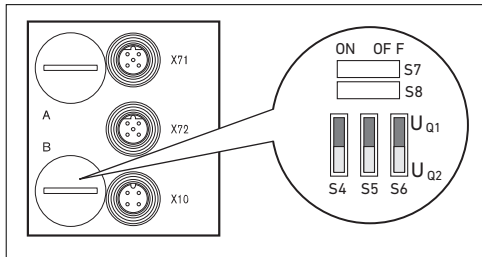

Abb. 9: Schalter S4, S5, S6 für die Zuordnung der Ventilversorgungsspannungen (U_{Q1}, U_{Q2})
Die Schalter S4, S5 und S6 für die Zuordnung der Ventilversorgung befinden sich unter der PG-Verschraubung **B** (siehe Abbildung 9). Jedem Schalter sind zugeordnet:
1. Öffnen Sie die untere Schraubkappe **B** (siehe Abbildung 9 auf Seite 34).
2. Ordnen Sie mit Hilfe der Schalter S4, S5 und S6 jeder Ventilgruppe eine der beiden Versorgungsspannungen Uq1 oder Uq2 zu (siehe Abbildung 9 auf Seite 34 und Abbildung 10 auf Seite 41).